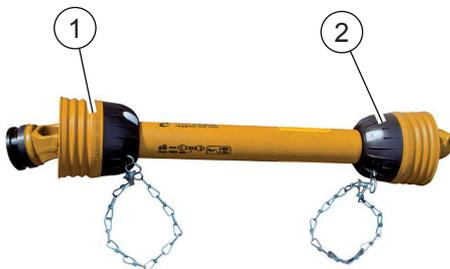

FIG. 11
- Protezioni su albero cardanico lato trattore (1, "Fig. 11") e lato macchina (2) comprese le catenelle di trattenuta.